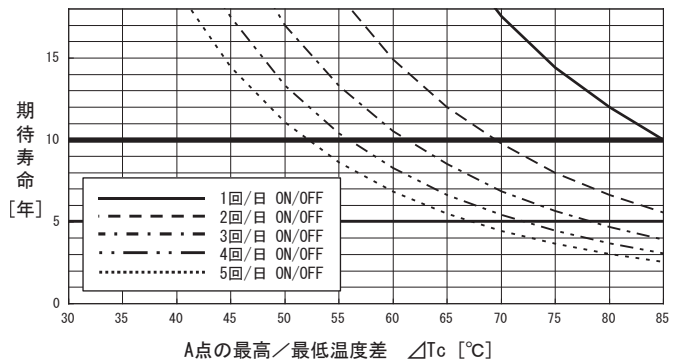
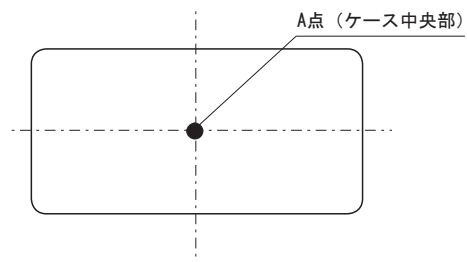

図11.7 熱疲労による期待寿命グラフ (MG80)
図11.8 温度測定箇所（ケース上面）
■図11.7に当社加速試験結果を基に算出した1日のON/OFF回数とケース温度差(図11.8ポイントA点 ΔT_c)に対する製品の期待寿命を示します。
■無償補償期間10年ですが、図11.7に示す期待寿命が10年未満の場合、この寿命を無償補償期間とします。